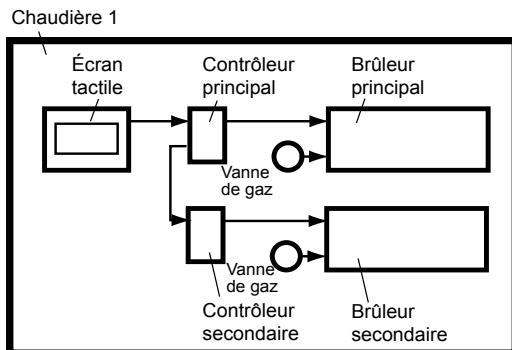

Figure 22. Contrôleurs dans le cadre d'une chaudière seule
- Chaque chaudière est équipée de deux contrôleur ou régulateurs (régulateurs électroniques internes des brûleurs) et de deux brûleurs, comme indiqué en Figure 22.